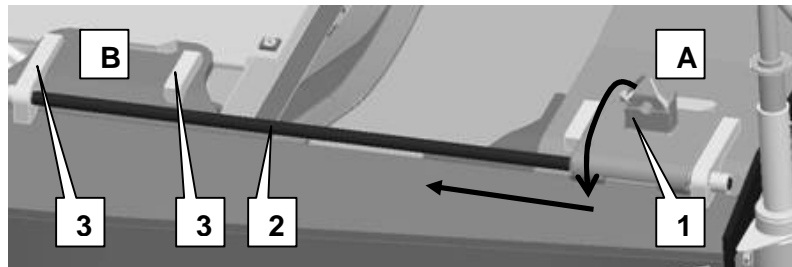

Abb. 5
Dazu wird an der zweiten Trittstufe des Doppeltritts Freiraum für das Bedienpersonal in Übereinstimmung mit dem Kapitel 4 Abb. 5 der Unterlage ERA/TD/2012-04/INT hergestellt.
- 4 verschiebbare Aufsetzzapfen (**Abb. 5**) (in der Nähe des Wagenende)